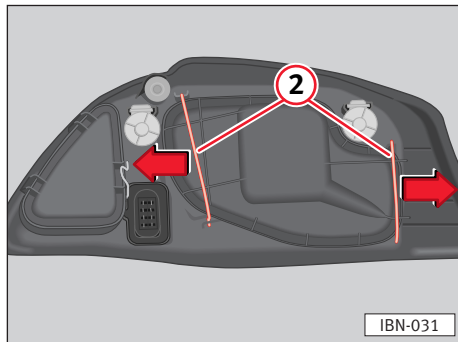

Abb.149
- Die Halter ⇒ Abb.149 (2) in Pfeilrichtung nach außen schieben und den Deckel abnehmen.